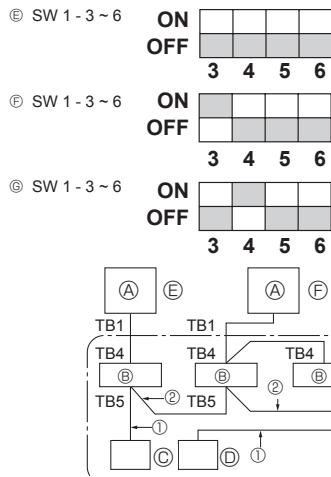

Fig. 9-1
9. Controllo del sistema (Fig. 9-1)
| 9. Έλεγχος συστήματος (Fig. 9-1) | 16 |